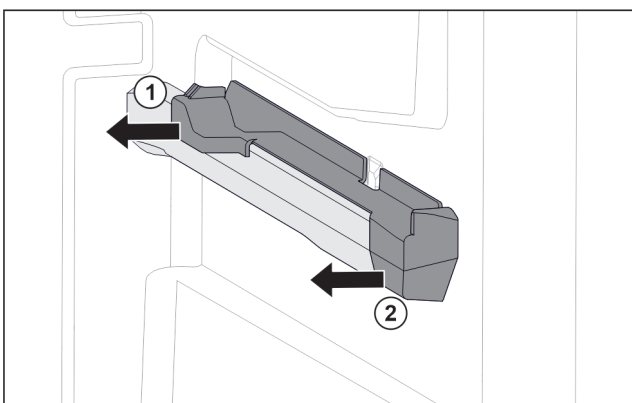

Fig. 122 Aufsteckteil auf der rechten Behälterrippe
- ▶ Aufsteckteil hinten zur Seite abziehen. Fig. 122 (1)
- ▶ Aufsteckteil vorne zur Seite abziehen. Fig. 122 (2)